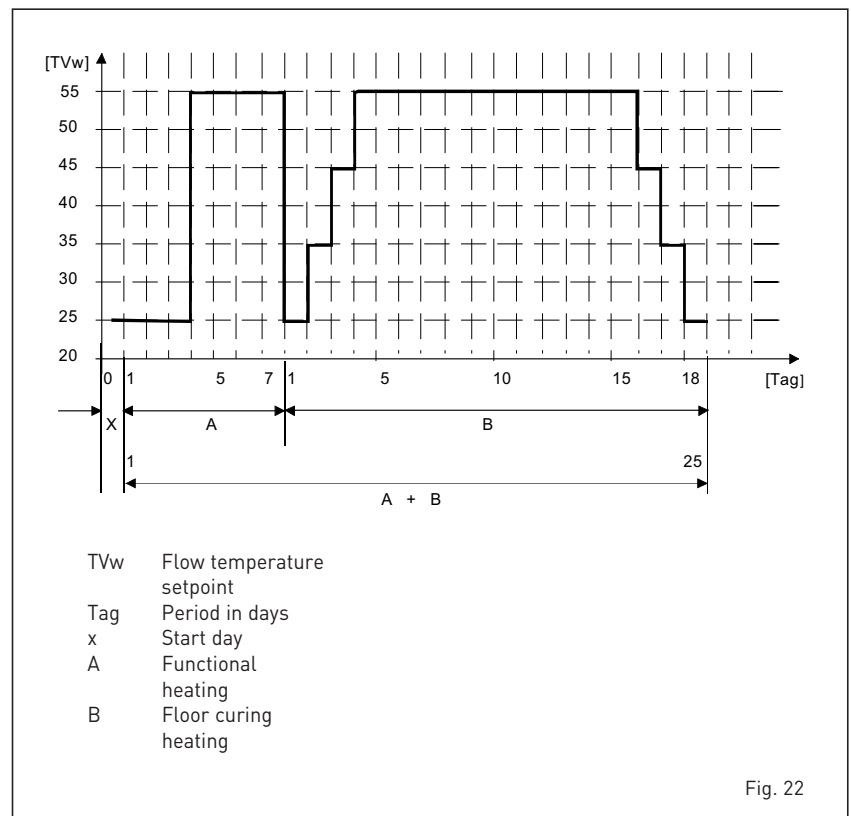

Fig. 22
**4.5.3 HIGH EFFICIENCY PUMP (fig. 22/a)**